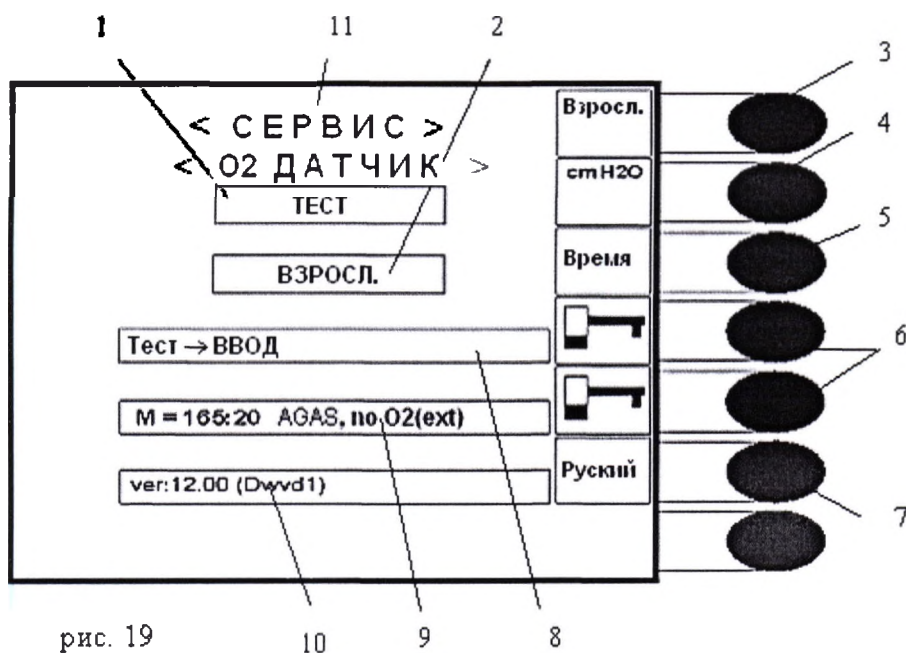

рис. 19
В особых случаях, в которых требуется немедленное применение аппарата, можно сознательным нажатием на комбинированные кнопки, графически изображающие ключ, и в то же время ST-BY /см. рис. 19/ достичь пропуск функционального теста на любом шагу теста.
3. ИО – информация обслуживающего персонала, если будет требовать проведения калибровки датчика O₂ (команда «да») либо на основании вызова аппарата – см. рис. 19, либо подозрения обслуживающего персонала в неточном измерении концентрации O₂, расположить датчик O₂ на воздухе – концентрация 21% O₂, потом после команды ST-BY (нажмите на кнопку ST-BY, MAN – см. рис. 7), тест перейдет на шаг автоматической калибровки датчика O₂.